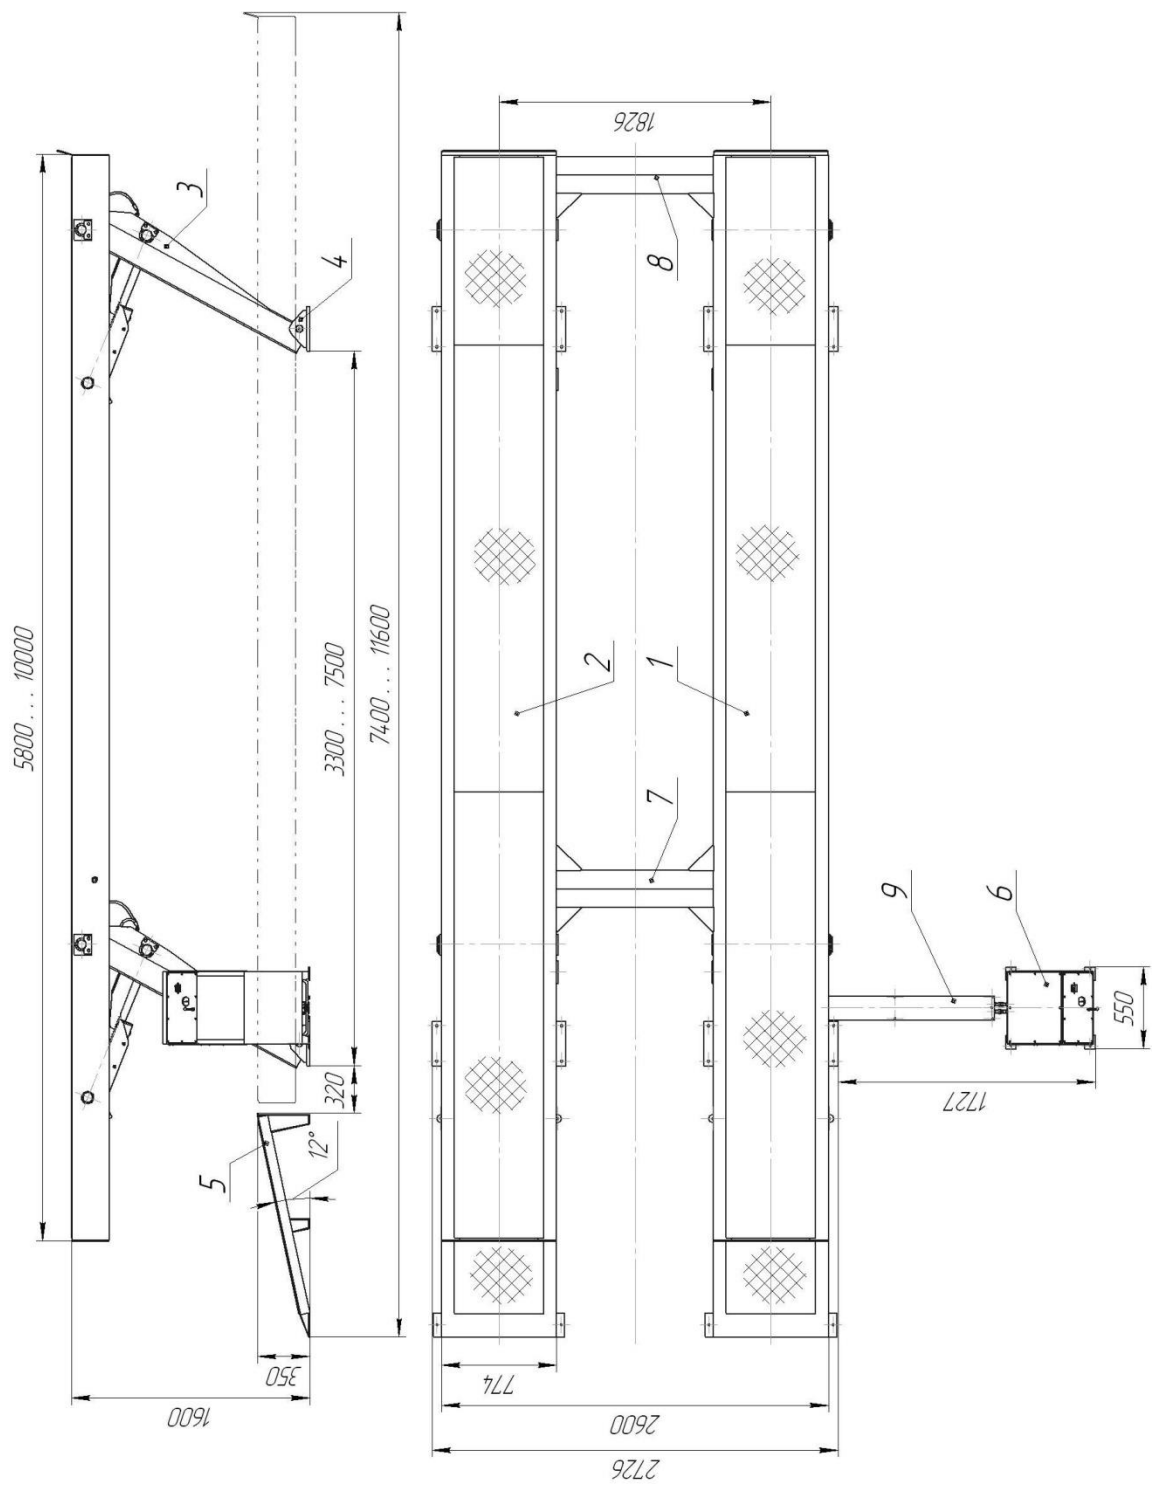

Рис.1 Общий вид платформы подъемной 24Г272М1
Платформа (рис.1) представляет собой стационарный подъёмник, состоящий из основной части в виде шарнирного 4-х звенника с электрогидравлическим приводом.
5.1 Правую и левую половины платформы (поз. 1 и 2, рис.1) установить на временные подставки (подкладки), высота которых обеспечит доступ для монтажа поперечин (поз. 7 и 8).
5.9 Внутри поперечины (поз. 7 рис. 1) смонтировать поперечные трубопроводы и соединить дренажные трубки.
5.12 Присоединить к пульту управления короб с трубами (рис. 1 поз. 9) и закрепить его анкерами-шпильками Hilti HST M8x75/10.
5.18 Установите в проектное положение скаты (рис. 1. поз. 5). Расстояние от верхней кромки ската до края платформы в опущенном состоянии 70 мм. Закрепите скаты анкерами-шпильками Hilti HST M12x115/20.